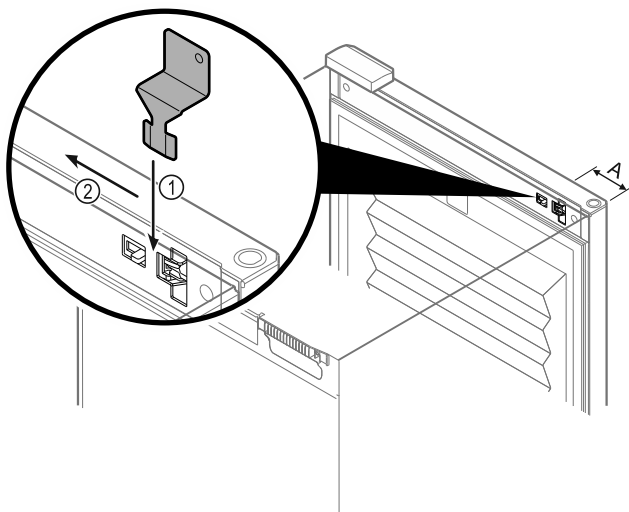

Fig. 133
- Umiestnite kľúč na núdzové odomknutie na zadané miesto Fig. 133 (A) ≈ 100 mm.
- Zasuňte zhora kľúč na núdzové odomknutie medzi dvere a teleso zariadenia až na doraz Fig. 133 (1).
- Vytiahnite kľúč na núdzové odomknutie smerom k strane závesu Fig. 133 (2).